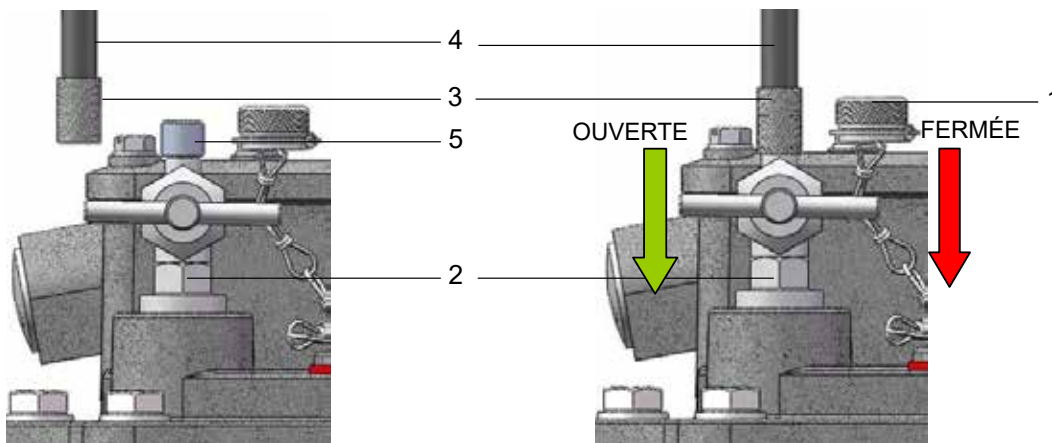

Figure 8 - Essai au moyen d'une pompe d'essai
- Dévisser le petit écrou borgne (fig. 8/ no. 1) de la vanne d'essai (fig. 8/ no. 2)
- Visser l'adaptateur (fig. 8/ no. 3) du flexible de liaison de la pompe d'essai (fig. 8/ no. 4) sur le raccord de la vanne (fig. 8/ no. 5)